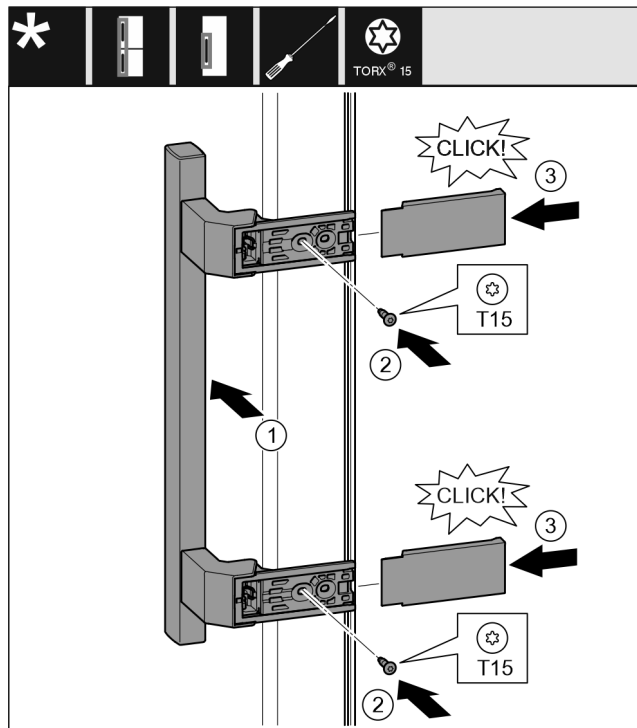

Fig. 21
- ▶ Nasadte madlo na protilehlé straně. Fig. 21 (1)
- ▶ Šroubovákem T15 pevně utáhněte šrouby. Fig. 21 (2)
- ▶ Z boku nasadte a nasuňte kryty. Fig. 21 (3)